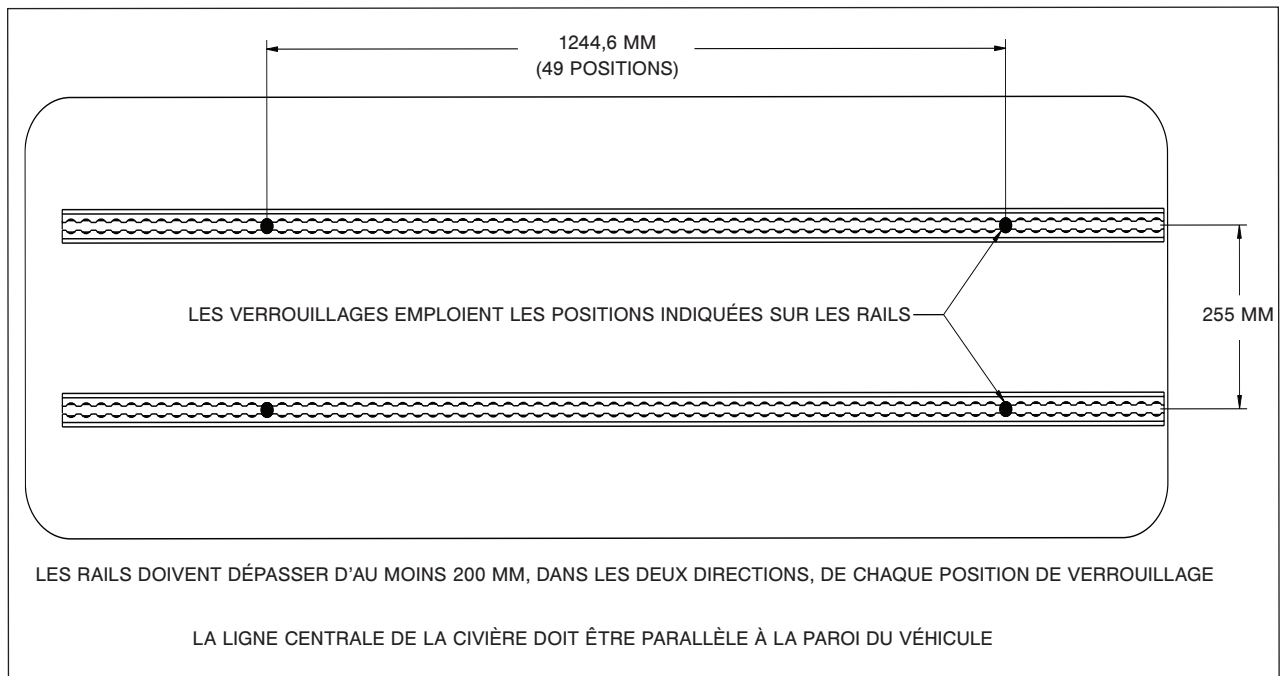
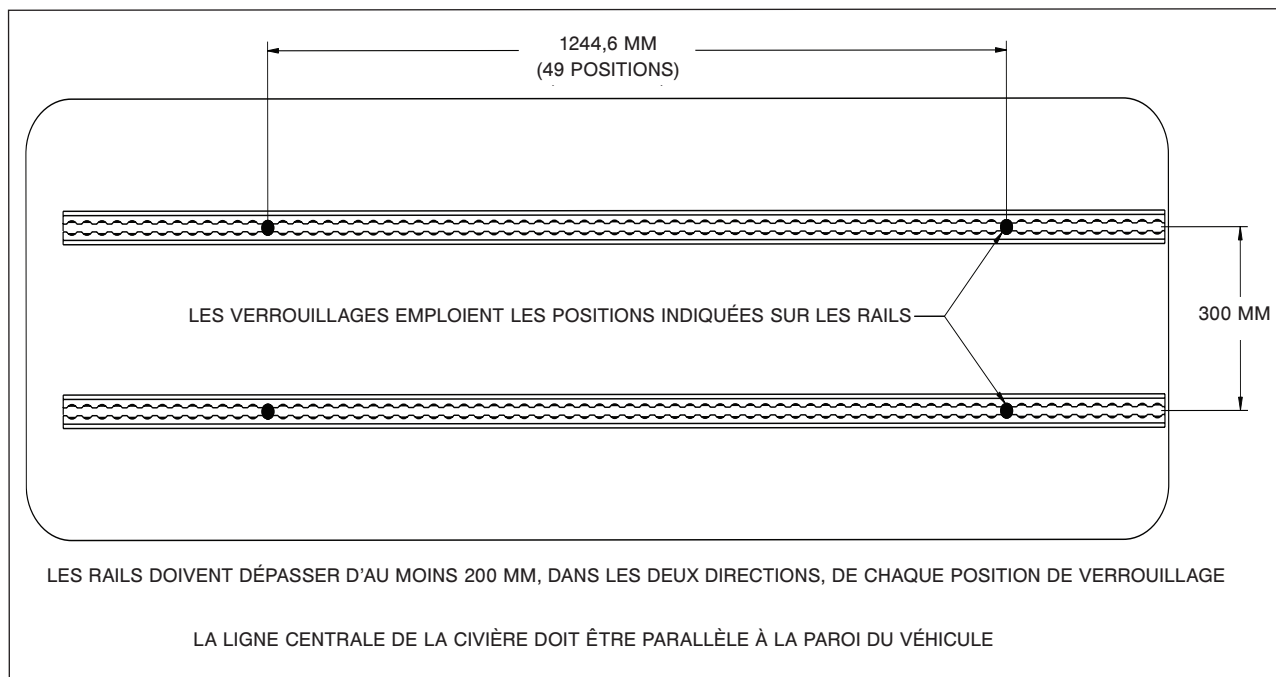

Figure 12 – Emplacements d'installation des rails de plancher
Figure 13 – Emplacements d'installation des rails de plancher
1. Identifier l'emplacement du dispositif de fixation côté pieds et du dispositif de fixation côté tête à l'aide de la Figure 12 page 2-15 pour le modèle 6386 et la Figure 13 page 2-16 pour le modèle 6387.
1. Identifier l'emplacement du dispositif de fixation côté pieds et du dispositif de fixation côté tête à l'aide de la Figure 12 page 2-15 pour le modèle 6388 et la Figure 13 page 2-16 pour le modèle 6389.
2. Utiliser les dimensions indiquées à la Figure 12 pour identifier les points de fixation des rails de plancher.
2. Utiliser les dimensions indiquées à la Figure 13 pour identifier les points de fixation des rails de plancher.